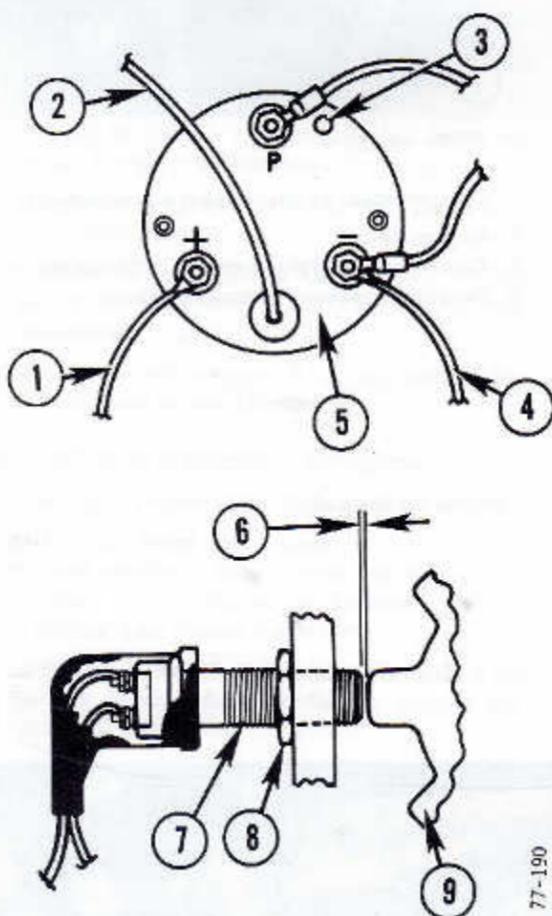

Fig. 137
- déposer le chapeau en plastique de la vis de réglage 3 (fig. 137) ;